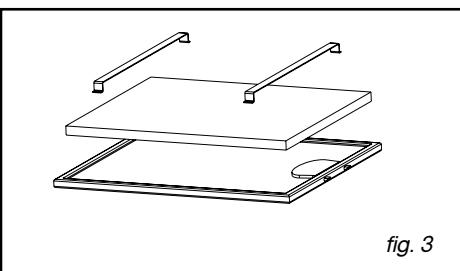

fig. 3
- Quite los filtros modulares (fig. 3).